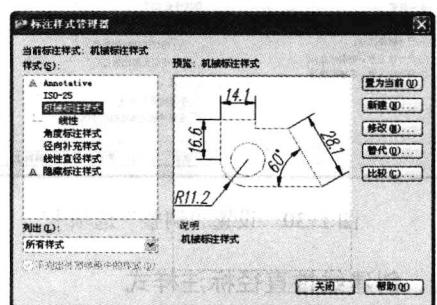

图 1-35 创建隐藏标注样式
2. 单击“确定”按钮，返回到“标注样式管理器”对话框，将<样式替代>重命名为“隐藏标注样式”，该样式和原有的尺寸样式并列显示在“样式”列表框中，如图 1-35 所示。